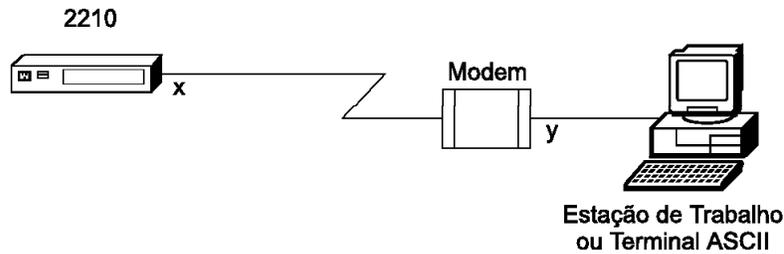
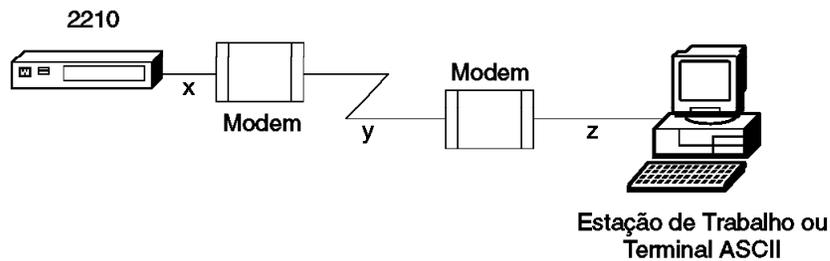

Figura 3-2. Conexão Remota ao Recurso de Porta de Modem de 14,4 Kbps (Modelos 14T e 24x)
Figura 3-3. Conexão à Porta de Serviço EIA-232 Primária ou Secundária via Terminal Remoto
- Remotamente, utilizando discagem (por linhas telefônicas) através de um modem conectado à porta de serviço primária EIA-232 ou à porta de serviço secundária, se instalada. Você pode utilizar uma conexão ASCII. A porta de serviço secundária pode ser um Recurso de Porta de Serviço EIA-232 ou um Recurso de Porta de Modem de 14,4 Kbps. Veja a Figura 3-2 na página 3-2 e a Figura 3-3 na página 3-2.